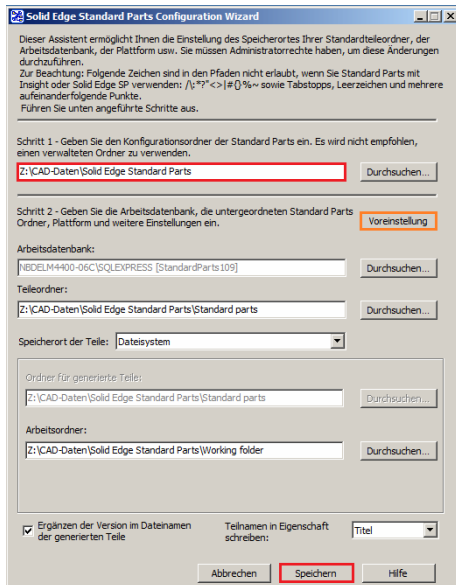

Abbildung 29
- 7.1. Öffnen Sie den Konfigurationsassistenten, prüfen Sie die Einstellungen oder stellen diese bei Bedarf auf die zuvor notierten Werte. Im Allgemeinen reicht es, den Pfad unter Schritt 1 einzutragen und danach auf „Voreinstellungen“ zu klicken. Hierdurch werden die Standardwerte wiederhergestellt. Sind alle Werte korrekt eingetragen, klicken Sie auf „Speichern“ (Abb. 29), um die Einstellungen zu übergeben.